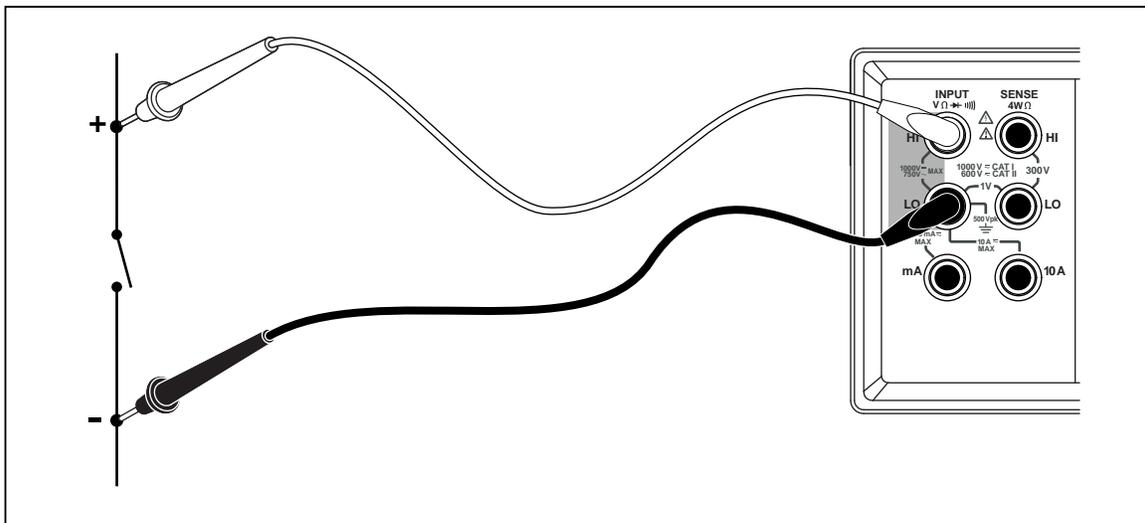

Figura 3-10. Prueba de continuidad
2. Conecte los cables de prueba entre el multímetro y el circuito que se va a probar como se muestra en la figura 3-10.